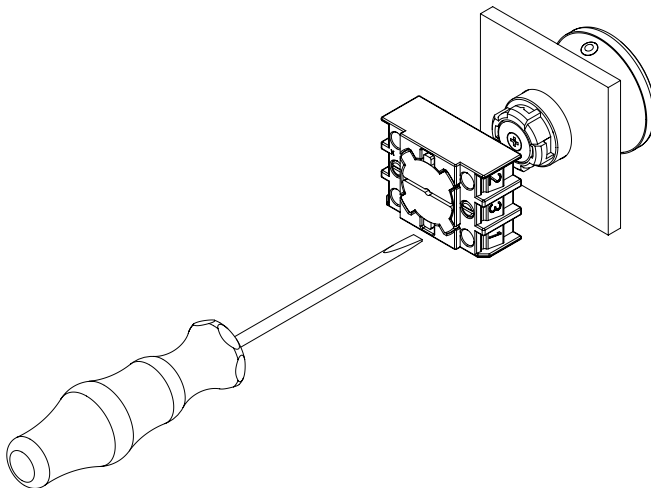

Fig. 10
2. El desmontaje de la brida de montaje se realiza soltando los tornillos en la brida de montaje. A continuación girar la brida de montaje unos 45° en sentido contrario a las agujas del reloj y retirarla (véase fig. 10).